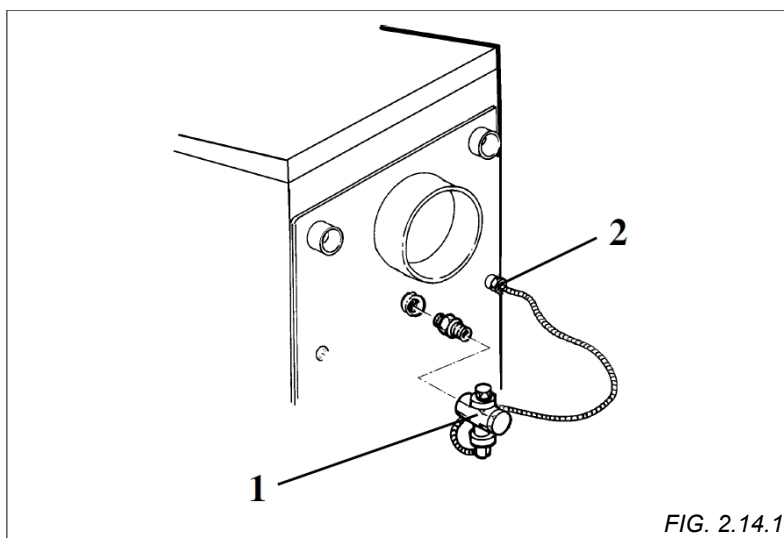

FIG. 2.14.1
2.14 Conexión al intercambiador de seguridad (fig.2.14.1)
2.14 Raccordement échangeur de sécurité (fig.2.14.1)